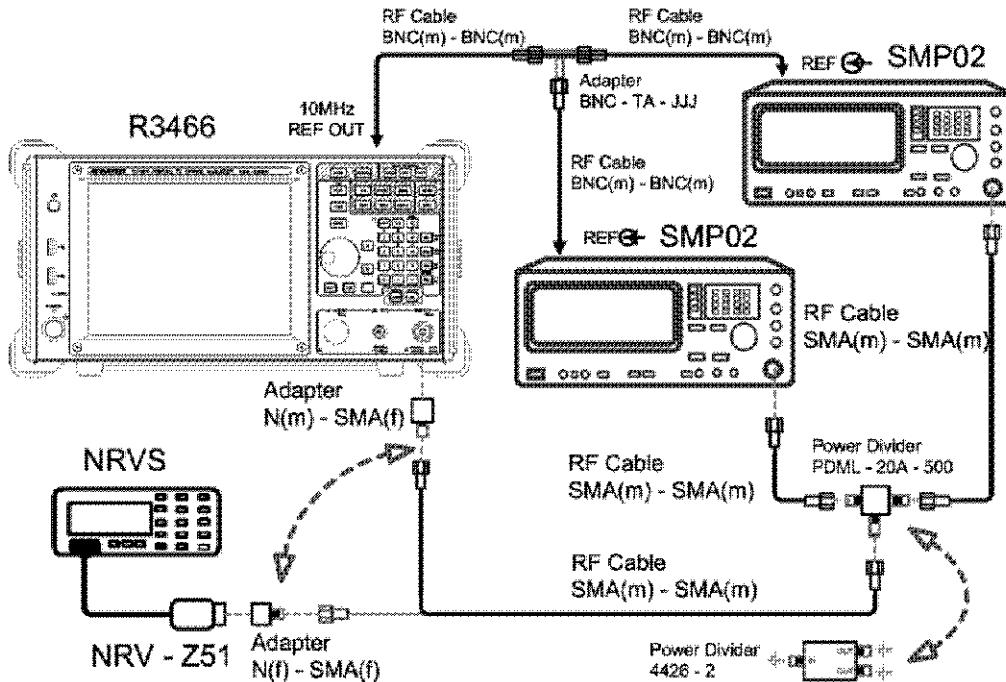

図 2-14 3次相互変調歪の試験
1. 機器を図 2-14 のように接続します。R3466N の場合は、Adapter の後に 50 to 75 Ω 変換器を使用し、センサも 75 Ω のものを使用します。